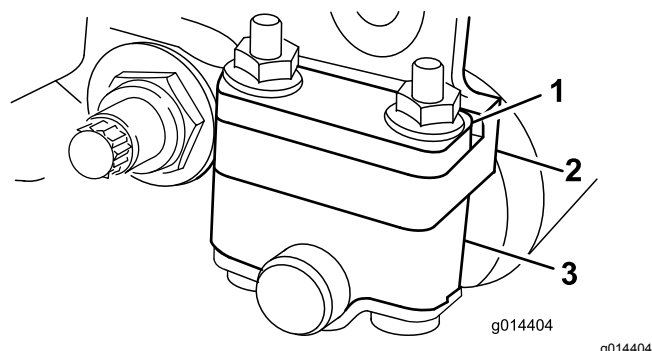
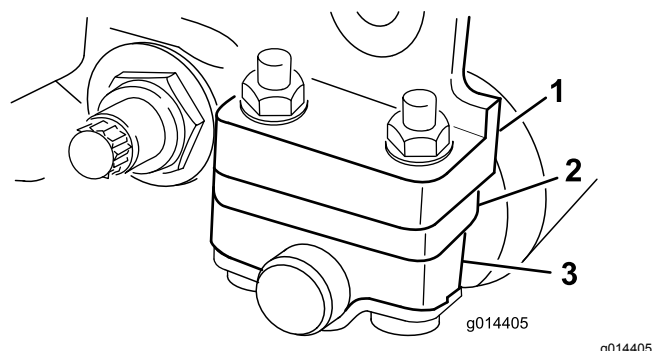

Figura 11
Figura 12
In base all'altezza di taglio desiderata occorrerà regolare le staffe del rullo posteriore (Figura 11 o Figura 12) nella posizione bassa o alta:
di fabbrica) quando l'intervallo di impostazione dell'altezza di taglio è compreso tra 1,5 mm e 6 mm ($1/16'' - 3/8''$), come illustrato nella Figura 11.
- Collocate il distanziale sotto la flangia di montaggio della piastra laterale se l'altezza di taglio è compresa tra 3 mm e 25 mm, come illustrato nella Figura 12.
4. Collocate i distanziali sulle viti al di sopra o al di sotto delle staffe del rullo, come opportuno (Figura 11 o Figura 12).